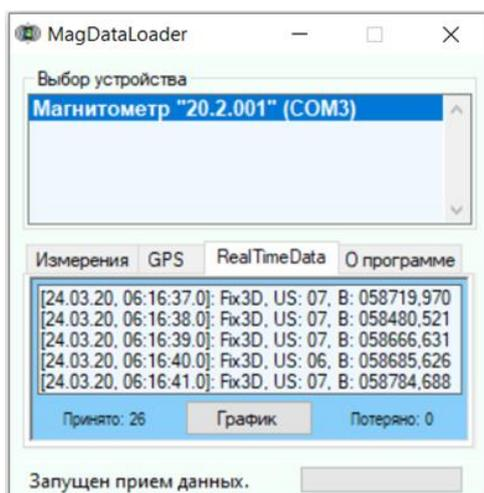

Рисунок 53 – Получение данных в реальном времени с нормальными условиями приёма привязки по ГНСС-координатам
3. Переход к вкладке RealTimeData позволяет выводить получаемые с магнитометра данные в реальном времени (рисунок 53). Для этого после открытия программы необходимо на ПУ запустить измерения в ручном или автоматическом режиме. Необходимо отметить, что если сначала запустить измерения на ПУ, а затем запустить программу на ПК, то дата отобразится неверно и будет нулевая.